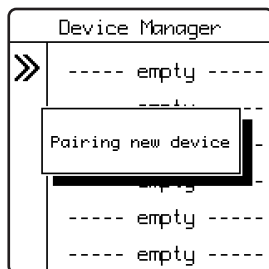

Fig. 2
*L'elettrificatore viene accoppiato al Fence Manager e sul display compare **Pairing new device** (fig. 2).*